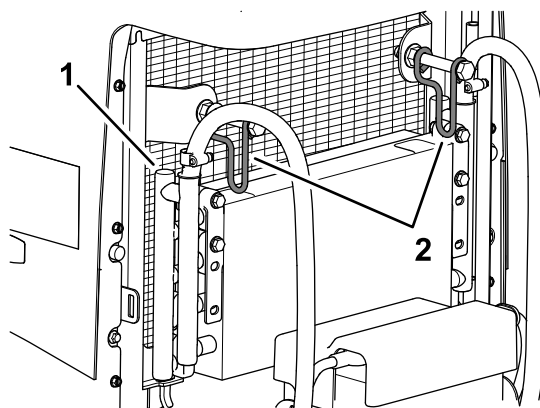

Bild 111
7. Drehen Sie die beiden Verriegelungen des Ölkühlers nach innen und kippen Sie den Ölkühler (Bild 111).